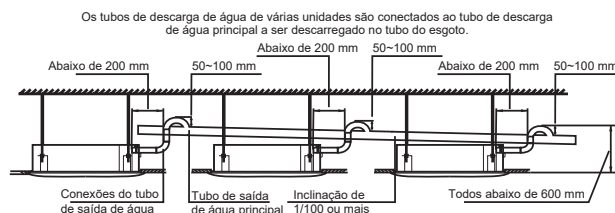

Figura 34
7. Quando a saída do tubo de descarga de água for maior que a conexão de tubo para sucção de água, tente manter o tubo de descarga de água o mais vertical possível e as conexões de saída de água se dobrarão de modo que a altura do tubo de descarga de água fique dentro de uma tolerância de 600 mm de distância da base da bandeja de drenagem. Caso contrário, haverá vazão excessiva de água quando a operação for parada. Consulte a Figura 34.